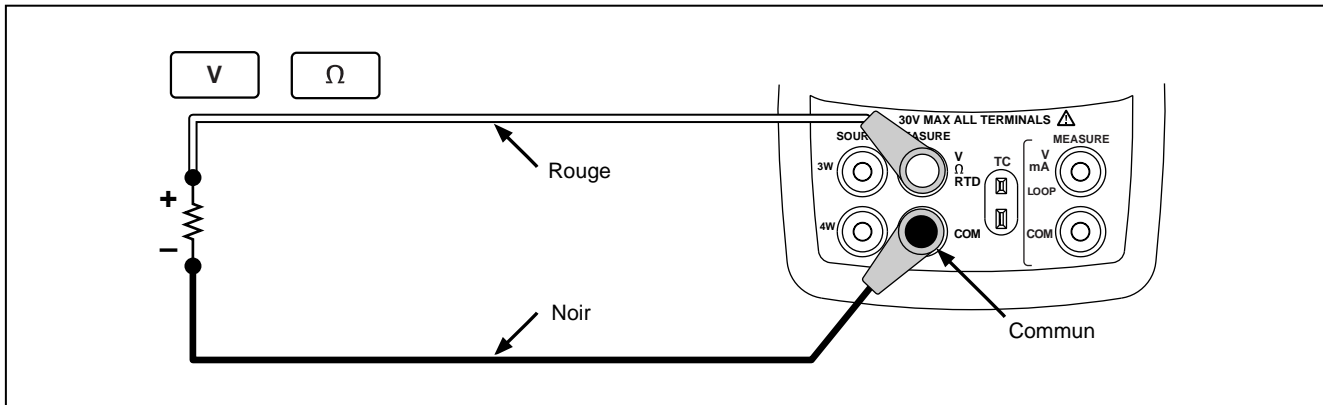

Figure 12. Branchements pour le mode source de paramètres électriques
1. Branchez les cordons de test suivant la figure 12, selon la fonction de source.